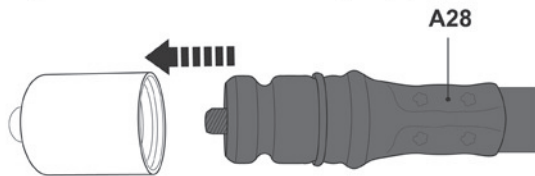

Fig. 3
- > Retire el tapón de protección premontado del tubo flexible (A28) (Fig. 3).